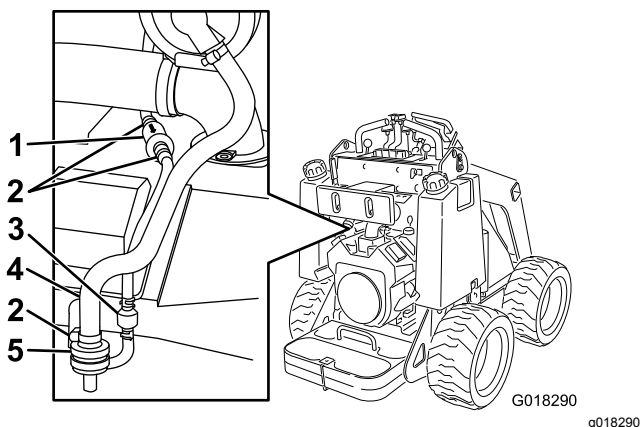

Bild 21
3. Lösen Sie die Schlauchklemme über dem Aktivkohle-Luftfilter (Bild 21).
4. Entfernen und entsorgen Sie Luftfilter (Bild 21).
5. Installieren Sie einen neuen Filter im Schlauch und sichern Sie ihn mit einer Schlauchklemme (Bild 21).
3. Schieben Sie die gefederten Schlauchklemmen an beiden Seiten des Aktivkohlefilters der Entleerungsleitung vom Filter weg (Bild 21).
4. Entfernen und entsorgen Sie den Entleerungsleitungsfilter (Bild 21).
5. Setzen Sie einen neuen Filter in den Schlauch ein; der Pfeil am Filter sollte zum Sperrventil zeigen; befestigen Sie ihn mit den Schlauchklemmen (Bild 21).